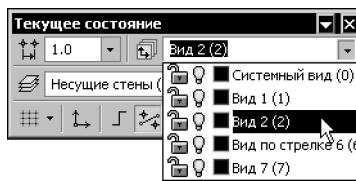

Рис. 59.1. Выбор текущего вида
- Выберите или введите с клавиатуры номер или название (это зависит от настройки, см. раздел 111.8 на с. 769) нужного вида в поле **Текущий вид** на панели **Текущее состояние** (рис. 59.1), и он станет текущим. Вид, выделенный в списке, подсвечивается в окне документа. Значки перед номером или названием вида показывают его текущее состояние и цвет.
- с помощью значков, отображающих свойства **Активность** и **Видимость** в списке видов на панели **Текущее состояние** (рис. 59.1); щелчок на значке изменяет значение свойства вида на противоположное.